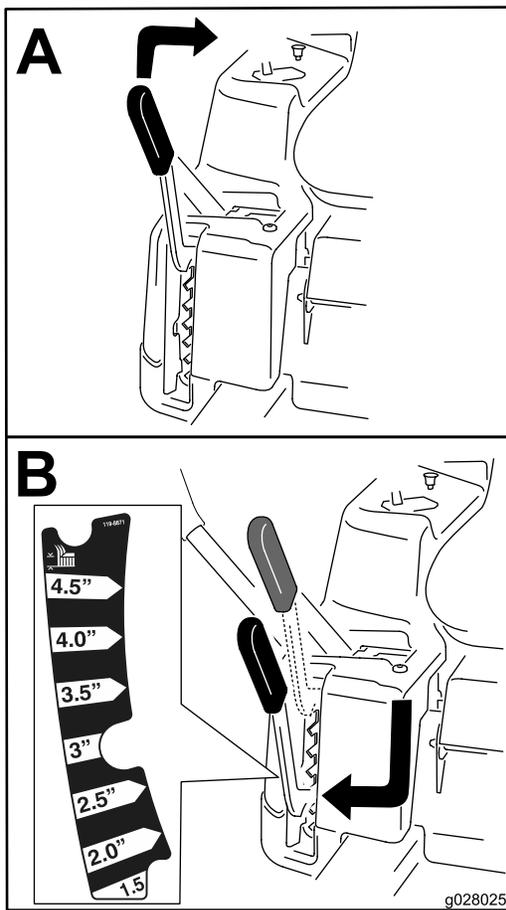

Figure 19
**Remarque:** La position de transport est la position de hauteur de coupe la plus élevée (115 mm [4½ po]), comme montré à la Figure 19.
La hauteur de coupe est réglée par le levier situé à droite de la position d'utilisation (Figure 19).